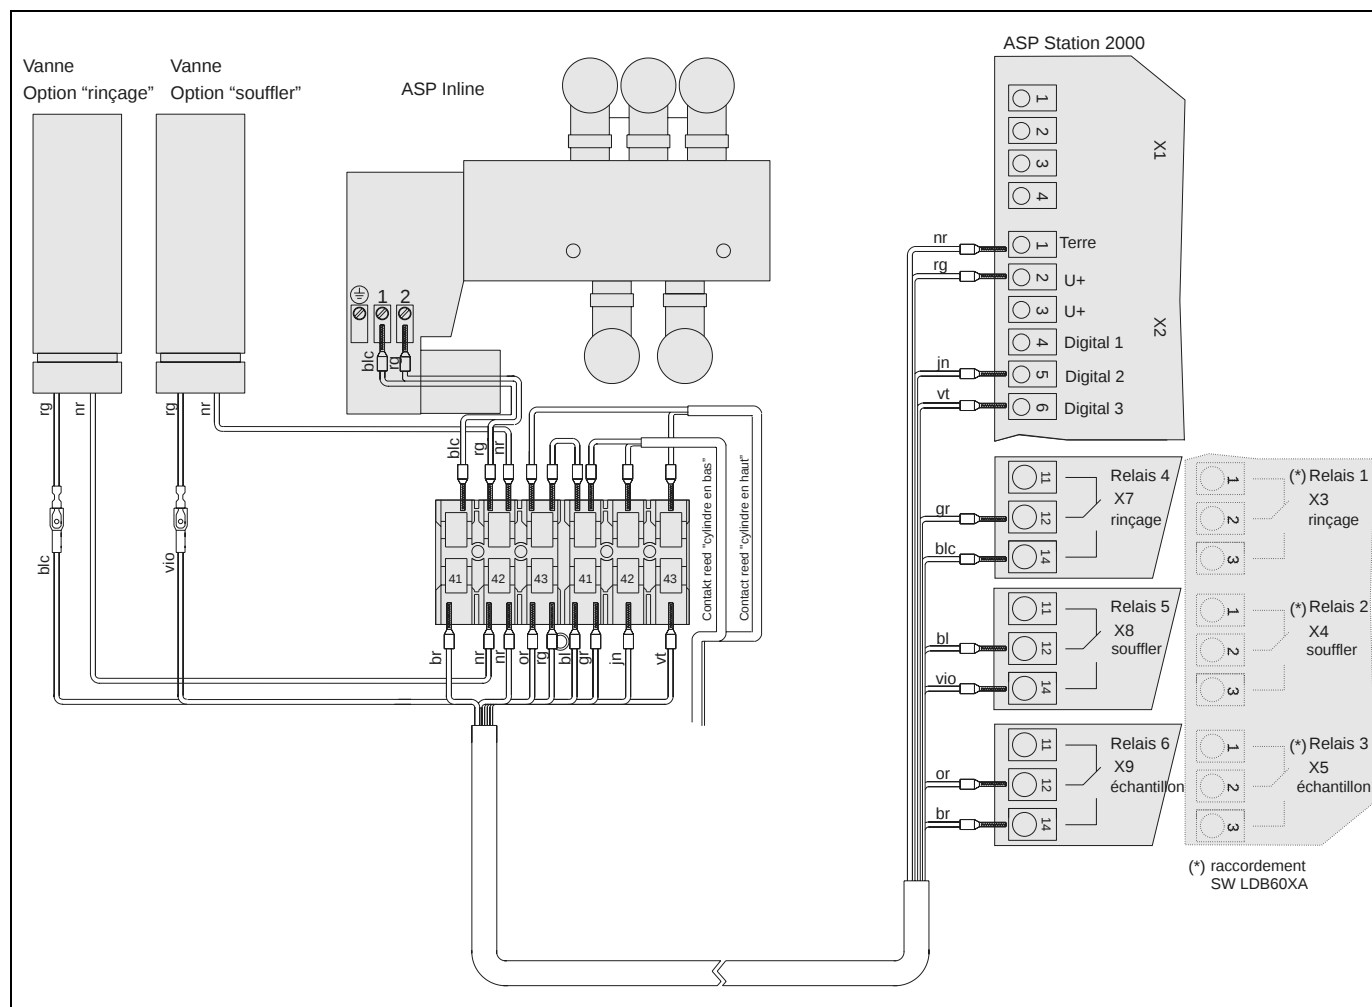
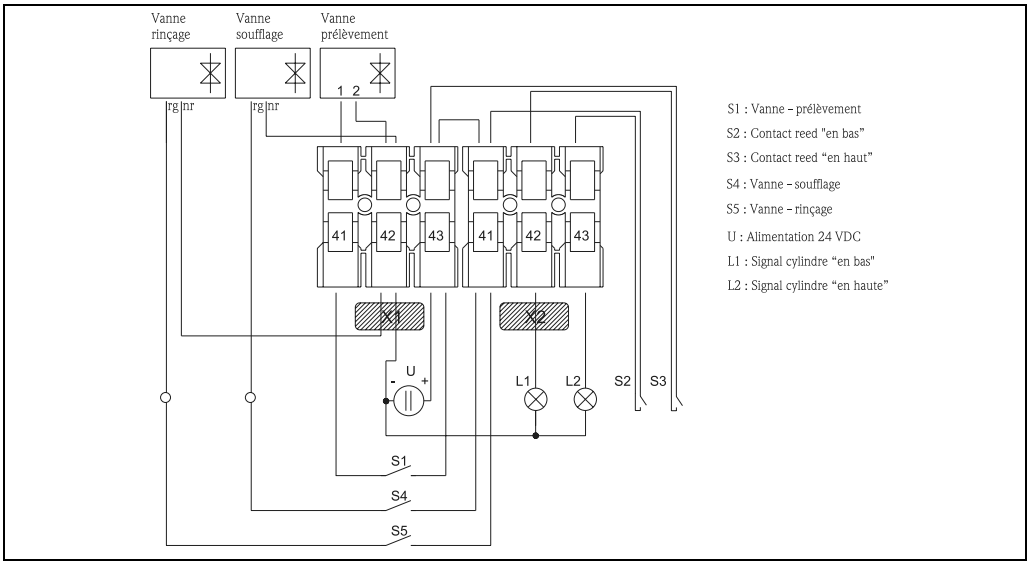

Fig. 7 : Raccordement électrique de l'armature ASP Inline avec les options "soufflage et rinçage" à l'ASP Station 2000
Fig. 8 : Raccordement électrique de l'armature ASP Inline avec les options "soufflage et rinçage" à une commande API
2. Passez le câble de commande dans le presse-étoupe M16 x 1,5 (en bas à gauche, voir → fig. 7).
3. Raccordez les bornes comme sur les → fig. 7 et → fig. 8.